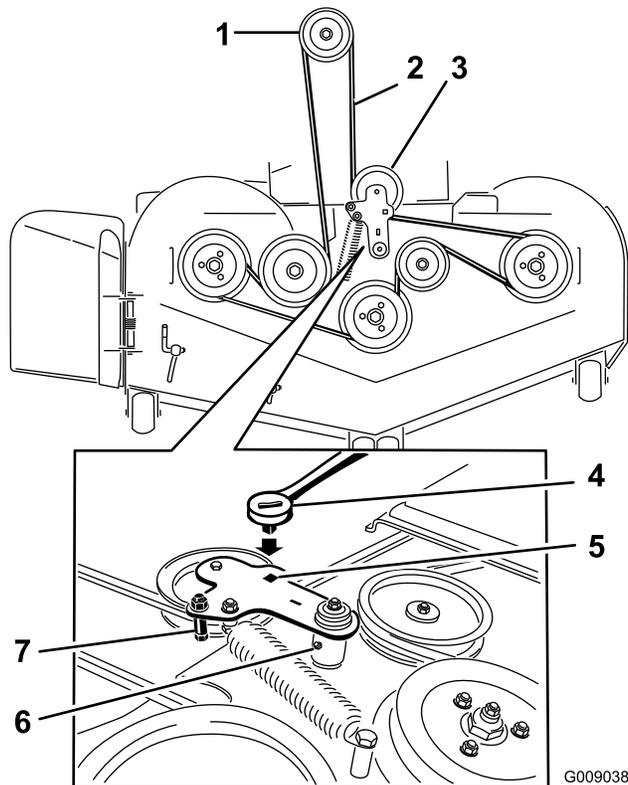

Figura 74
5. Utilice una llave de carraca en el taladro cuadrado del brazo tensor para aliviar la tensión del muelle tensor (Figura 74).
7. Retire la guía de la correa del brazo tensor tensado con muelle según lo ilustrado en Figura 74.
- Pase la correa nueva alrededor de las poleas del cortacésped y de la polea del embrague, debajo del motor (Figura 74).
10. Instale la guía de la correa en el brazo tensor según se muestra en Figura 74.
11. Utilizando la llave de carraca en el taladro cuadrado, instale el muelle tensor (Figura 74).